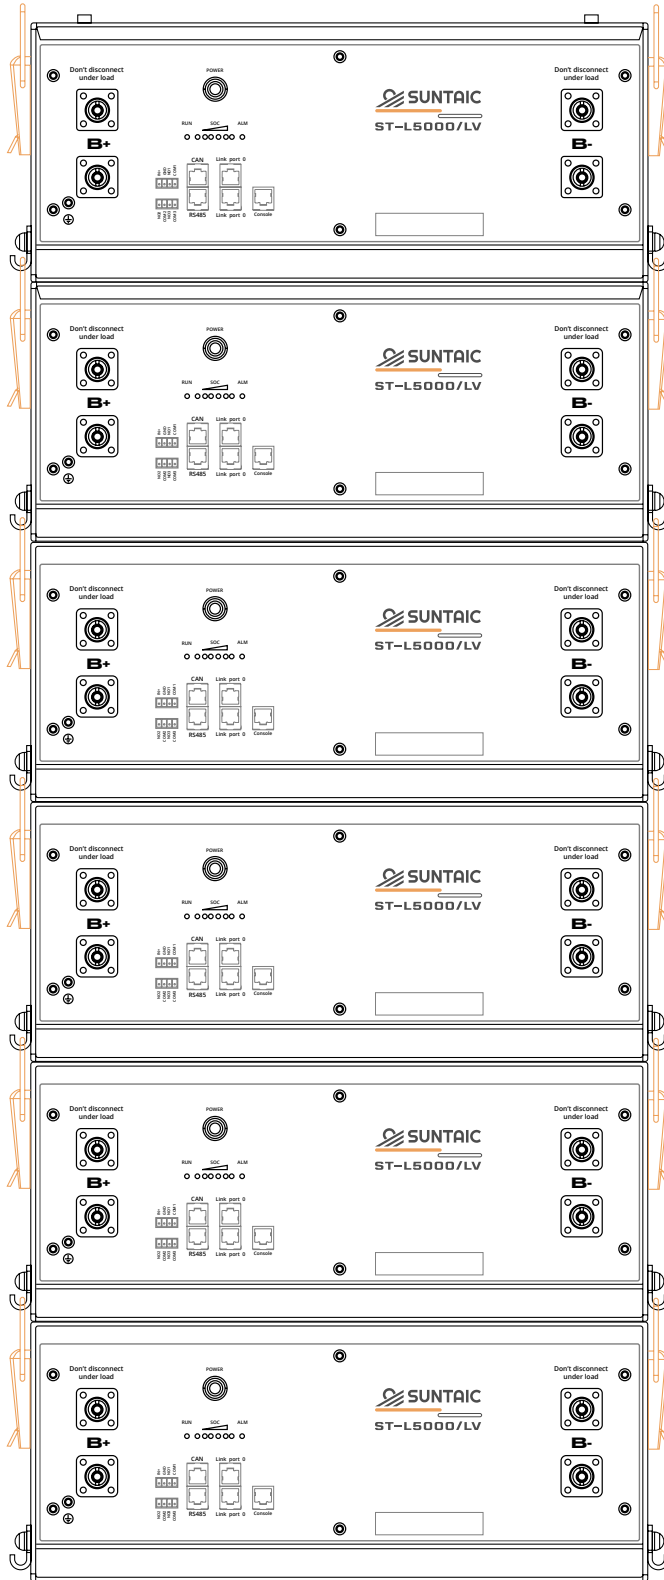

Fig. 8 Seis módulos apilados
1.6 Como se muestra en la figura (Fig. 8), se pueden apilar hasta 6 módulos utilizando un soporte para su fijación. (El modo de cableado es el mismo que el del armario).